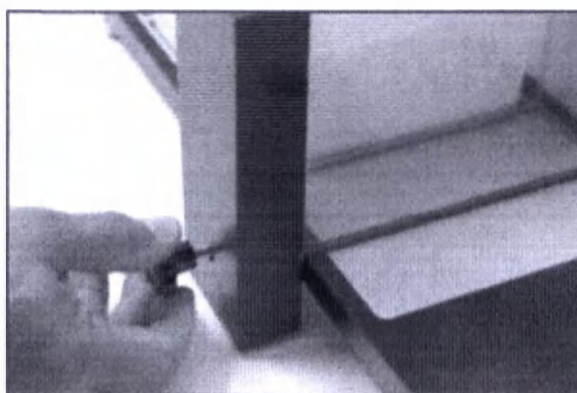

Рисунок 5.4 – Монтирование блока для проточной воды
- Затяните винт, чтобы закрепить блок для проточной воды (рис.5.4).